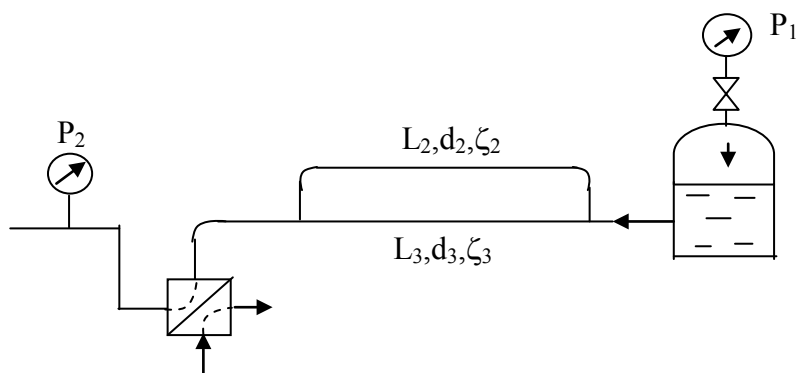

Рисунок 9.6
9.2.5 Визначити при рівні $H = 4$ м і тиску в ресивері $P_1 = 2$ атм показники манометра, встановленого за теплообмінником 1 і виконаним з мідних трубок $d_1 = 20$ мм; довжиною $L_1 = 2$ м; $\zeta_1 = 20$, при витраті води G , якщо відомо, що сталеві, помірно заржавлені труби на ділянках 1 і 2 мають довжину $L_2 = L_3 = 20$ м (рис. 9.6).
Рівні $H = 4$ м і тиску в ресивері $P_1 = 2$ атм показники манометра, встановленого за теплообмінником 1 і виконаним з мідних трубок $d_1 = 20$ мм; довжиною $L_1 = 2$ м; $\zeta_1 = 20$, при витраті води G , якщо відомо, що сталеві, помірно заржавлені труби на ділянках 1 і 2 мають довжину $L_2 = L_3 = 20$ м (рис. 9.6).